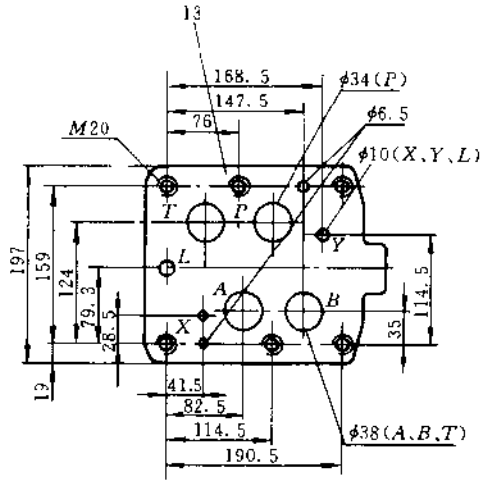

图 21.7-42 4WR 型(32 通径)先导式比例换向阀安装尺寸
• 4WR 型(32 口径)先导式比例换向阀安装尺寸见图 21.7-42。
(4) 电—液比例换向阀调速阀(力士乐系列)